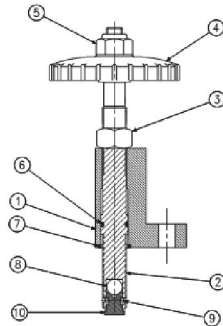

Рисунок 8
1. См. Рисунок. 8. Удалить два винта, закрепляющих подвеску (1) на контрольной крышке.
3. Удалите гайку (5) и маховик (4) с упорного болта (2).
4. Удалите гайки (3). Винт (2) теперь можно переместить через подвеску (1), изучить составные детали и заменить уплотнительное кольцо (6).
5. Опорная поверхность (10) вращается вокруг своей оси на шарике (8) и удерживается посредством вдавливания двух шаров (9) в винт (2). Заменить блок деталей при наличии повреждений.